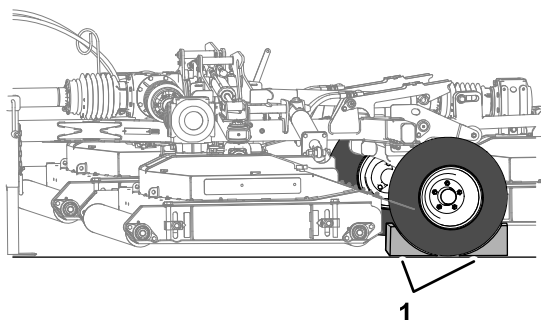

Figure 18
- Calez les deux roues de la tondeuse (Figure 18).